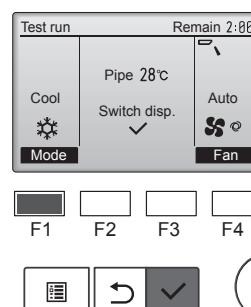

Fig. 8-3
- Drücken Sie die Taste [F1], um den Betriebsmodus umzuschalten. (Fig. 8-3)